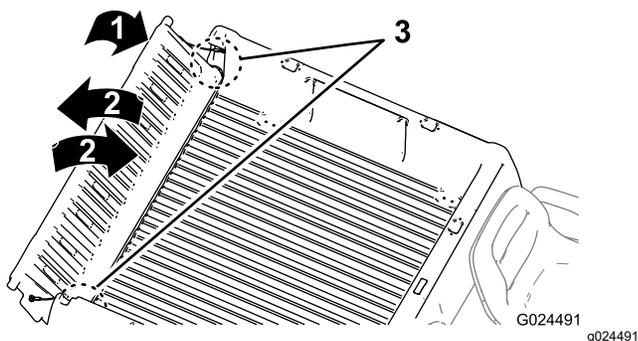

図 15
2. テールゲートを45°程度の角度にする 図 15。
3. この位置から、テールゲートを小刻みに前後に振るように数回往復させる 図 15。